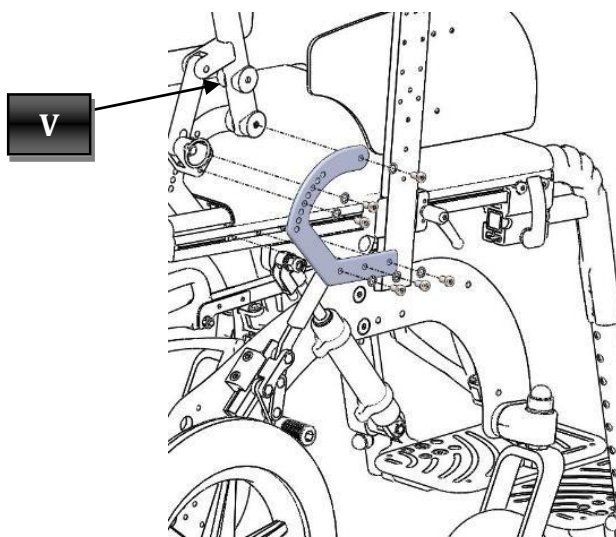

Abbildung 44
Der Schieber für Rückenlehnen, die in feste Positionen einstellbar sind, unterscheidet sich je nach Sitzfläche in hohem und niedrigem Schieber. Die sechs Schrauben (s. Abbildung 44) mit einem 4 mm Innensechskantschlüssel lösen. Dabei die hinteren Muttern (V) mit einem 10 mm Sechskantschlüssel festheben. Nach dem Austausch den neuen Schieber in der gleichen Position befestigen und sicherstellen, dass die Schrauben fest angezogen sind.